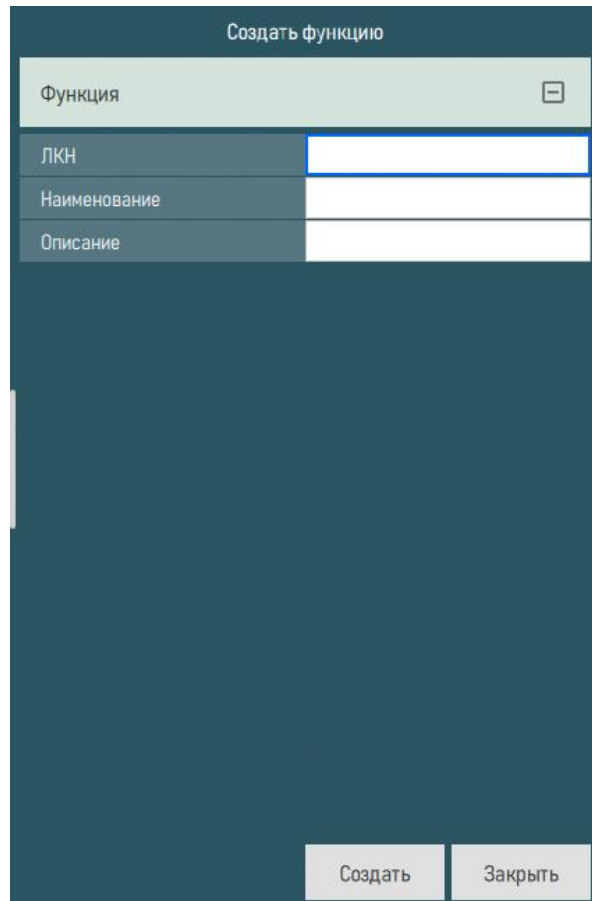

Рисунок 224 – Создать описание функции
3) Создать описание функции («ЛКН» и «Наименование») и нажать кнопку «Создать» для сохранения данных (рисунок 224).